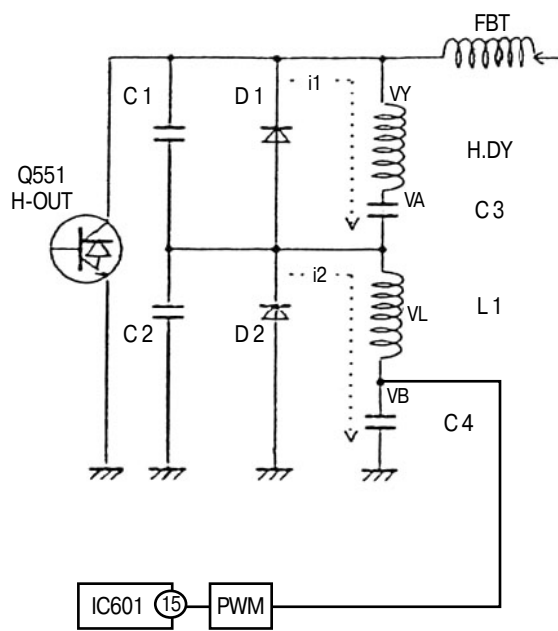

Рис. 4.2
1. В течение первой половины периода горизонтальной развертки, которая проходит без добавления напряжения в форме вертикальной параболы в PWM [Рис. 4.2], питание обеспечивается токами i_1 и i_2 , и напряжение V_A становится следующим: $V_F = V_A + V_B$. Напротив, в течение второй половины горизонтальной развертки необходимо суммирование напряжения против ЭДС (V_Y), создаваемого в катушке горизонтального отклонения, и напряжения V_L , генерируемого в $L1$. Уровень этого напряжения определяется величиной $V_F = V_Y + V_L$, так как проходящий ток разделяется на токи i_1 и i_2 , который протекают в течение первой половины периода развертки.